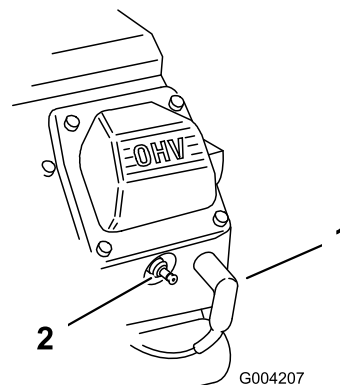

Figura 50
2. Desconecte los cables de las bujías (Figura 50).
3. Conecte los cables a las bujías (Figura 50).